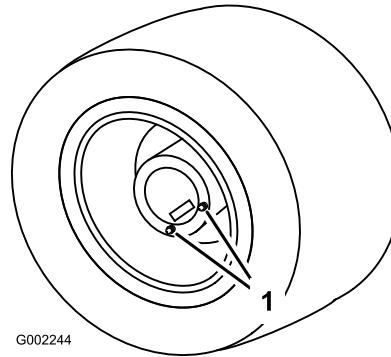

Figura 48
- Coloque el pulverizador sobre una superficie nivelada con las ruedas traseras posicionadas para el drenaje, según muestra Figura 48.
- Coloque un recipiente debajo de los tapones de vaciado y retire éstos de la rueda (Figura 48).